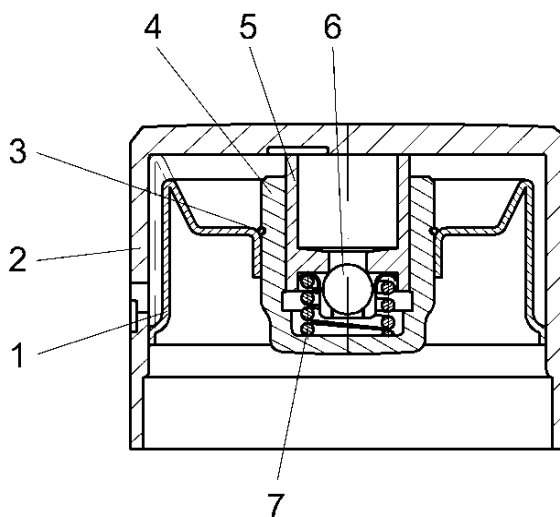

Рис.21. Гидротолкатель:
**Гидротолкатели** (рис.21) – выполнены в виде цилиндрического стакана с плунжерной парой гидрокомпенсатора внутри и канавкой с отверстием для подвода масла от магистрали в головке цилиндров снаружи. Гидротолкатели обеспечивают беззазорный контакт кулачка распределительного вала с торцом клапана за счет давления масла и действия пружины гидрокомпенсатора.